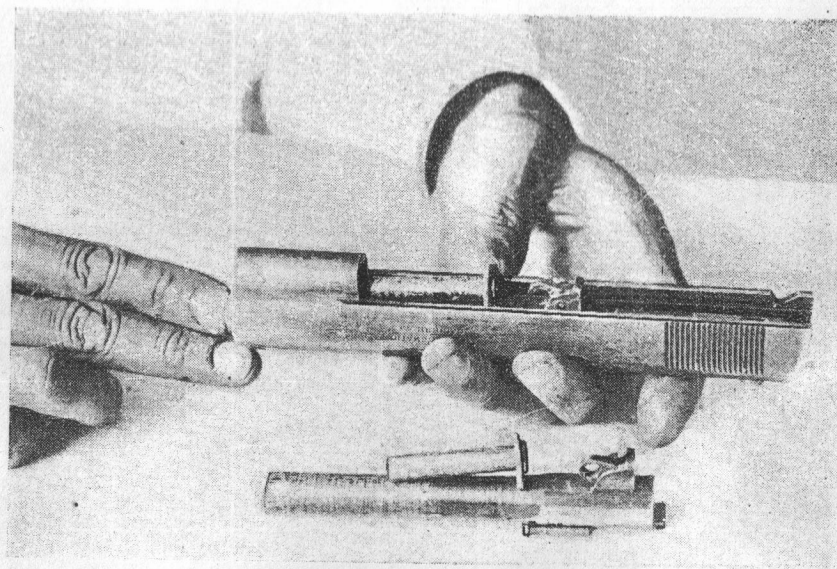

Рис. 26.
14. **Вложить ствол в кожух-затвор**, для чего, держа кожух открытой частью сверху, вложить спереди в него ствол, откинув предварительно соединительную сережку вперед. Ствол следует вложить так, чтобы поперечные выступы его вошли в соответствующие пазы кожуха-затвора (рис. 26).
15. **Вложить в кожух-затвор задний стержень возвратной пружины** таким образом, чтобы он своей головкой упирался в начало утолщенной части ствола и чтобы полукруглый вырез головки прилегал к стволу (рис. 26).